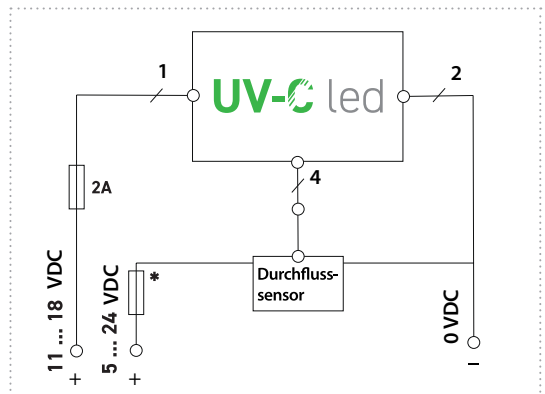
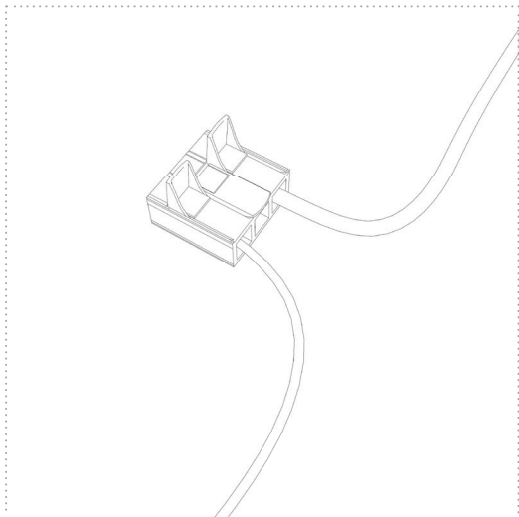

Abbildung 20: Elektrischer Anschlussplan mit Durchflusssensor
Abbildung: 22
2. Isolieren Sie die bordseitigen Anschlusskabel 11 mm ab. Schließen Sie anhand *Tabelle 17* die drei Adern (Litzen) der UV-Einheit mittels den im Lieferumfang enthaltenen Verbindungsklemmen an die Spannungsversorgung u. Pumpe an (*Abbildung 22+23*).
2. Schließen Sie anhand *Tabelle 18* die Adern (Litzen) der UV-Einheit mittels den im Lieferumfang enthaltenen Verbindungsklemmen an die Spannungsversorgung an (*Abbildung 22+23*). Beachten Sie hierbei stets den elektrischen Anschlussplan (*Abbildung 20*).